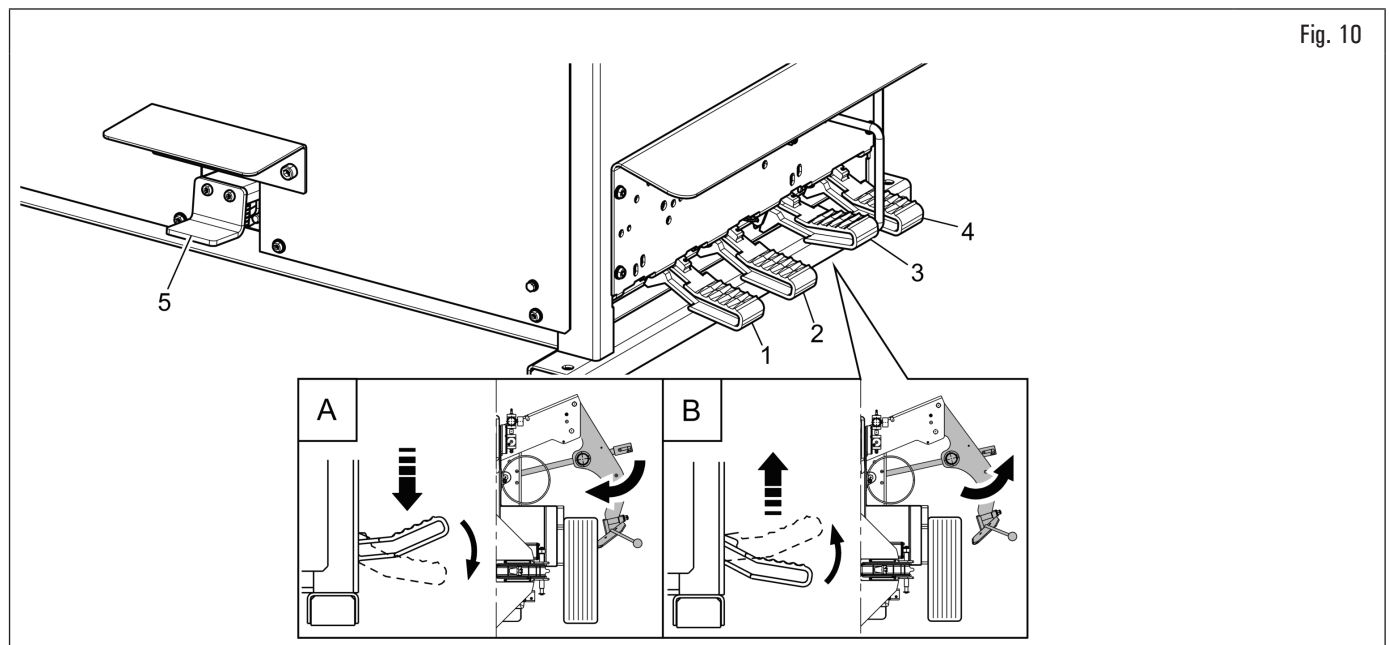

Fig. 10
El "pedal 1" (Fig. 10 ref. 1) activa el palo automático y tiene dos posiciones estables de funcionamiento: la primera (con el pedal levantado) vuelca el palo en el lado opuesto al operador; el segundo (con el pedal pisado) devuelve el palo a la posición de trabajo.
El "pedal 2" (Fig. 10 ref. 2) manda la apertura y el cierre de las garras de bloqueo del mandril.
El "pedal 3" (Fig. 10 ref. 3) tiene 2 posiciones operativas: apretado hacia abajo, éste acciona el cilindro para el destalonado con el brazo lateral (A); cuando éste está soltado, el brazo de destalonado es llevado nuevamente en posición inicial (destalonador abierto) (B).
El "pedal 4" (Fig. 10 ref. 4) acciona la rotación del plato mandril y tiene 3 posiciones fijas:
El "pedal 4" (Fig. 10 ref. 4) acciona la rotación del plato mandril y tiene 4 posiciones fijas:
El "pedal 5" (Fig. 10 ref. 5) de inflado, de accionamiento mantenido, suministra aire a presión controlada (máx.  $4,2 \pm 0,2$  bar -  $60 \pm 3$  psi).